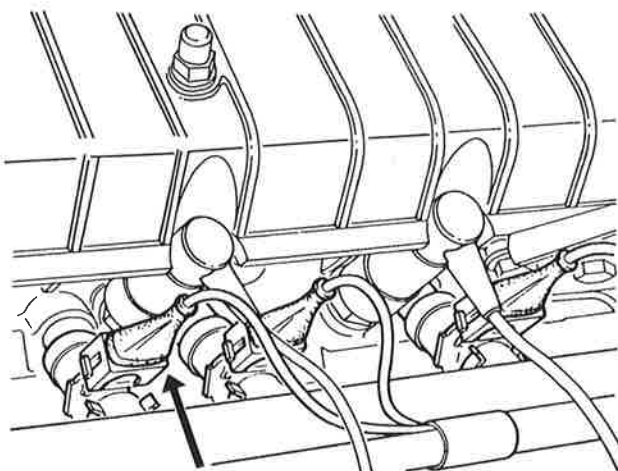

Fig. 4
- Dégarnir la protection isolante de l'arrivée du connecteur (**flèche Fig. 4**).